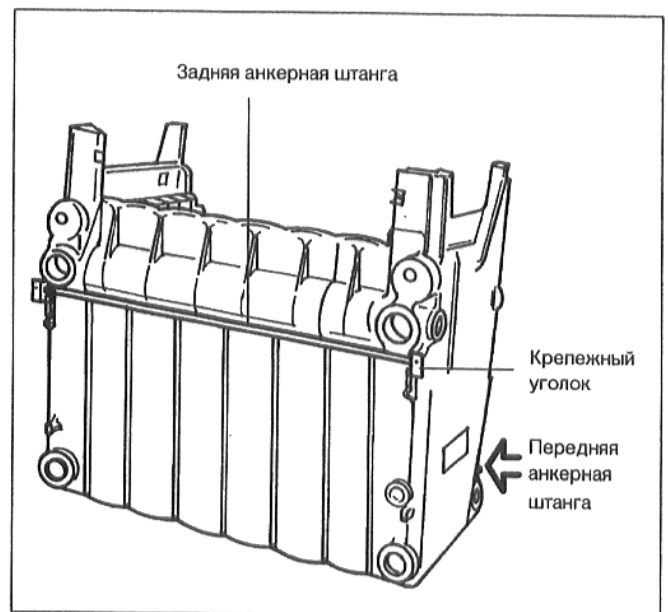

Рис. 7
- Вставить анкерные штанги (Рис. 7).